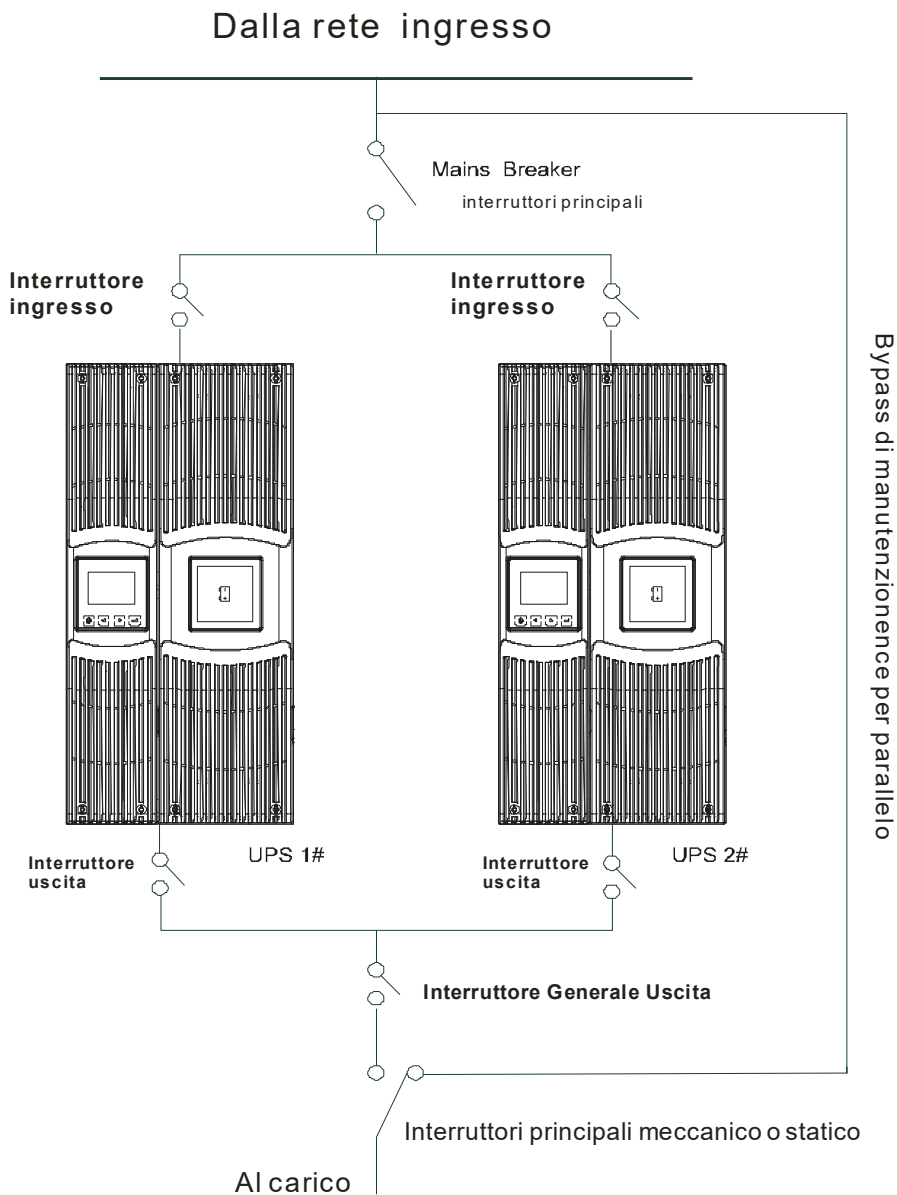

Figura 4-5.b: Diagramma di Installazione di sistema parallelo
- 5) Collegare i fili di entrata e uscita, fissare tutti i collegamenti come da Figura 4-5 e accertarsi che tutti gli interruttori siano aperti.
- 5) Collegare il cavo e il filo dell'UPS aggiunto secondo Figura.4-5.a e Figura.4-5.b